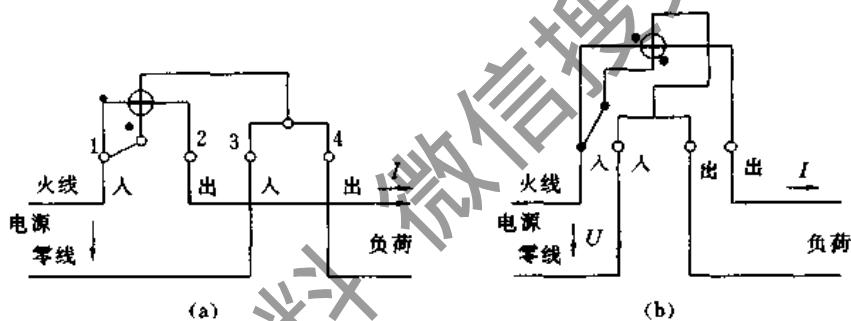

图5-23 单相电度表的接线
单相电度表有四个接线端，其排列形式有两种：一是跳入式接线方式，如图5-23(a)所示；二是顺入式接线方式，如图(b)所示。通常，电度表说明书附有接线图，接线端有明确标记，按图把进线和出线依次对号接在电度表接线端上。一般规律是采用跳入式接线方式，“1、3进，2、4出”且“1”接线端必须接火线。
① 要注意电度表的倍率。有的电度表计度器的读数需乘以一个系数，才是电路实际消耗的电度数，这个系数称为电度表的倍率。
② 单相电度表的接线应按图5-23进行，电源的火线和零线不能颠倒。火线和零线颠倒可能造成电度表测量不准确，更重要的是增加了不安全因素，容易造成人身触电事故。